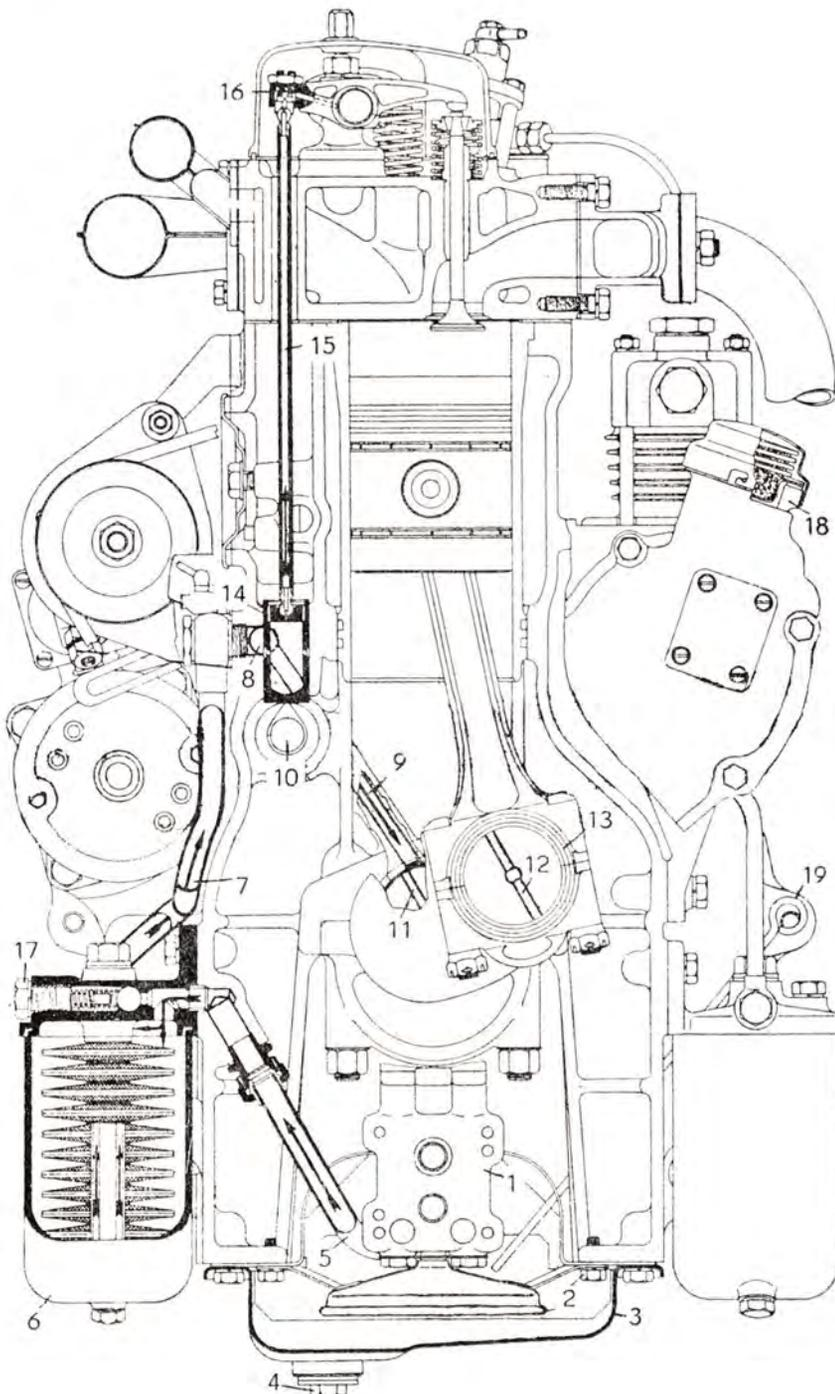
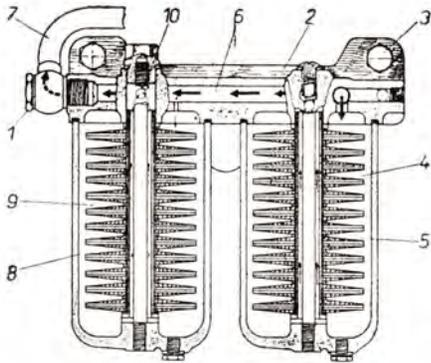
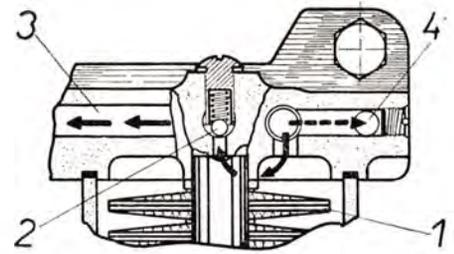

Abb. 11
Abb. 12
Abb. 14
Die Schmieranlage (Abb. 11) ist ein Druck-Umlaufsystem mit nassem Gehäuse. Die Zahnrad-Ölpumpe (1) saugt Öl über den Saugkorb (2) aus dem unteren Deckel (3) an, aus dem das Öl mittels eines Stopfens (4) abgelenkt wird. Das Öl wird durch die Rohrleitung (5) durch den ersten Ölfilter (6) gepresst, von hier über eine Rohrleitung (7) in den Hauptölkanal (8) und durch Schmierkanäle (9) zu den Zapfen der Nockenwelle (10) und in die Hauptlager der Kurbelwelle (11) geleitet. Durch gebohrte
1. Die Hohlsschraube 13 (Abb. 12/1) ist aus dem Filterkörper (Abb. 12/2) auszuschrauben.
2. Drei Schrauben M 10×22 (Abb. 12/3) sind auszuschrauben und der ganze Zweistufen-Ölfiler samt Glasgefäßen ist abzunehmen.
Das Drucköl, das von der Pumpe durch ein Rohr geleitet wird, strömt durch den Kanal (Abb. 11/5) über die Filtereinlagen (Abb. 12/4), auf denen sich die Unreinheiten ansetzen. Durch das Entnahmerohr (Abb. 12/5) wird das Öl in den Längs-Hauptkanal (Abb. 12/6) im Filterkörper und über die Hohlsschraube (Abb. 12/1) in das Abflussrohr (Abb. 12/7) geführt. Ein Teil des Oles strömt durch die Öffnung von 1 mm  $\varnothing$  in den Feinfilter (Abb. 12/8) und weiter über das Ableitungsrohr (Abb. 12/9) und die Öffnung (Abb. 12/10) in den Kurbelkasten zurück. Erhöht sich der Widerstand der Filtereinlage auf einen Druck von 0,6 atü (verstopfte Einlage — Abb. 14/1), hebt sich die Kugel des Sicherheitsventiles (Abb. 14/2) und das Öl strömt über dieses Ventil direkt in den Längskanal im Filterkörper (Abb. 14/3).
Entsteht ein höherer Druck als jener, auf den das Reduktionsventil (Abb. 11/17) eingestellt ist, verschiebt sich die Kugel und gibt die Öffnung frei, durch die das Öl dann in den Kurbelkasten (Abb. 14/4) zurückfließt. Dadurch vermindert sich der Druck und die mittels einer Feder angepresste Kugel schließt die Öffnung.